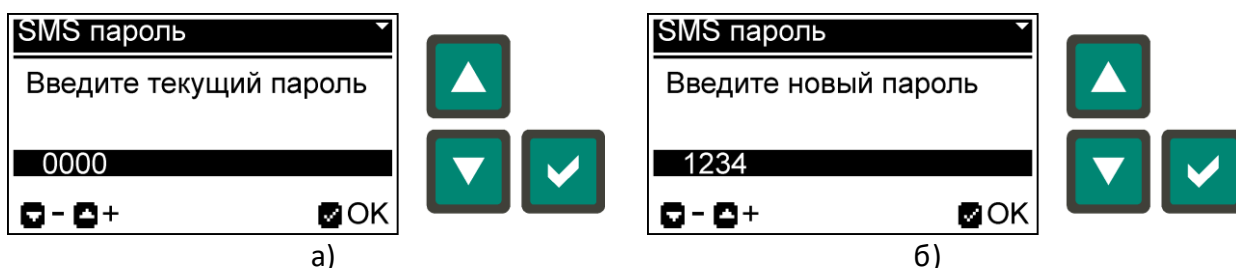
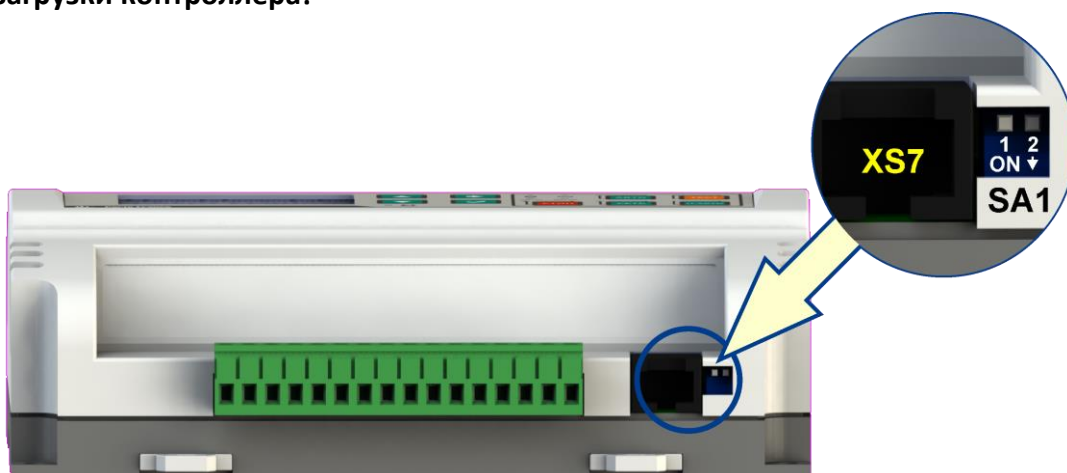

Рис. 5.20. Изменение SMS пароля:
Рис. 5.24. Разъём XS7 и группа переключателей SA1 коммуникационного порта
SMS пароль используется в SMS командах (п. 5.11.2.1) для управления контроллером посредством GSM модема (п. 5.11.2), который может быть подключен к внешнему порту контроллера (разъём XS7, рис. 5.24). Для изменения пароля необходимо сначала ввести текущий пароль (рис. 5.20, а), используя кнопки **[БОЛЬШЕ]** или **[МЕНЬШЕ]**, и подтвердить его нажатием кнопки **[OK]**, а затем необходимо ввести новый пароль (рис. 5.20, б) и нажать кнопку **[OK]**. Начальный пароль по умолчанию - 0000.
Обмен данными контроллера с внешними устройствами осуществляется через коммуникационный интерфейс RS-485 (разъём XS7, рис. 5.24, табл. 6.4). Настройки коммуникационного порта определяются параметрами P100 - P103, а тип подключаемого устройства, протокол или сервис определяется параметром P104 в том случае, если переключатель SA1.2 (рис. 5.24, табл. 5.12) находится в верхнем положении (OFF). Если же переключатель SA1.2 находится в нижнем положении (ON), то настройки коммуникационного порта будут соответствовать параметрам по умолчанию, независимо от значений параметров P100 - P104 (табл. 5.10).